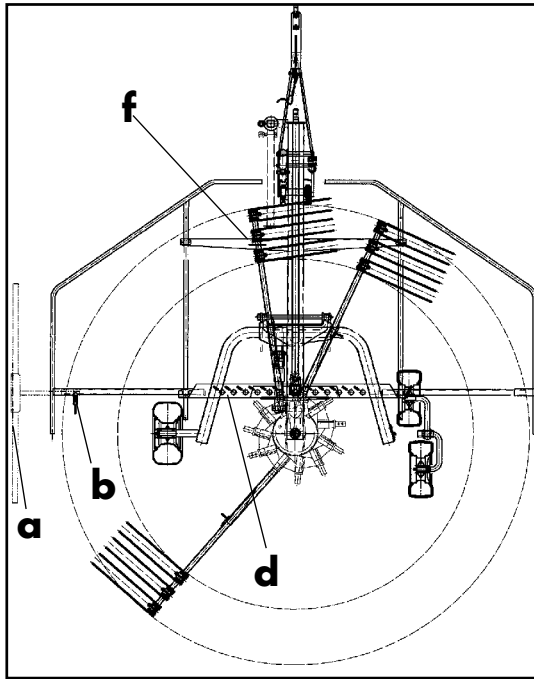

Bild 3-9
- Schutzbügel herunterklappen (Bild 3-9)
- Schwadformer (a) herausziehen, Schwadtuch nach oben drehen, Schwadformer einschieben und mit Knebelschraube und Kontermutter (b) sichern (Bild 3-9 und 3-6)
- Überstehende Zinkenträger abnehmen und auf den hinteren Querträger (d) stecken (Bild 3-9)